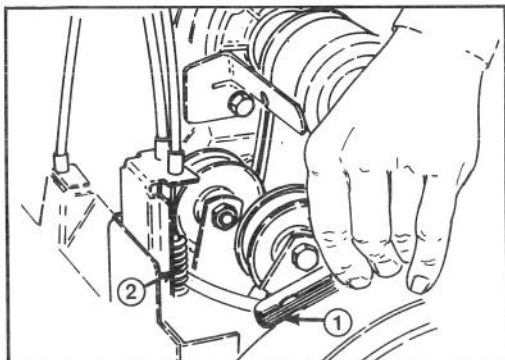

Figure 25
**2. VÉRIFICATION DU RÉGLAGE DU CÂBLE DE LA ROUE-HELICE** — Le moteur étant arrêté, appuyez sur la manette d'embrayage sur la poignée du guidon de droite. Maintenez la manette et insérez une cale d'épaisseur de 0,25 mm entre les spires au entre du ressort (Fig. 25) Réglez le câble de façon à obtenir un jeu de 0,23 à 0,3 mm entre les spires.